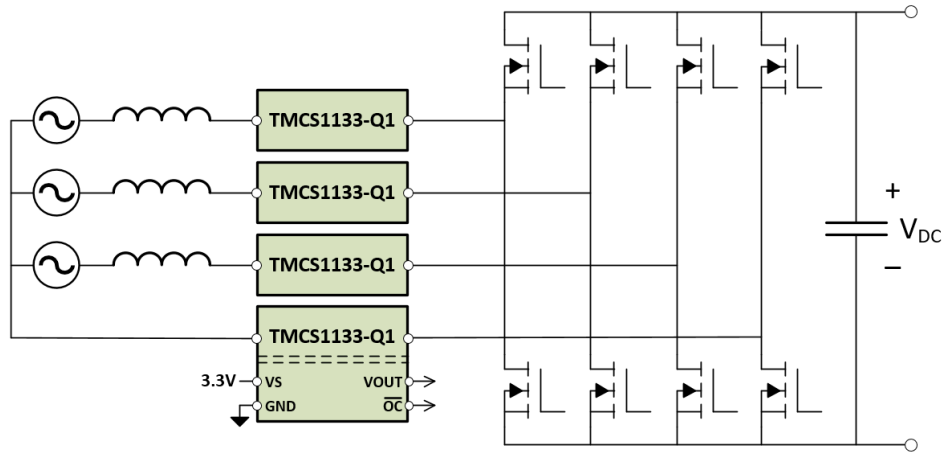

图 9-2. 交流/直流转换器电流检测
在许多应用中，电源必须从交流转换为直流后用于电路。为了提高功率传输效率，通常需要某种类型的受控功率因数校正 (PFC) 级。现代 PFC 级正在使用越来越快的电源开关，以减小总体尺寸并提高功率传输效率。通常，交流/直流转换器的 PFC 级直接连接到交流电网。PFC 级检测面临的一个主要挑战是，在电荷传输期间，电流传感器会遇到来自高压 (HV) 电网的大电压尖峰以及来自高速电源开关的高瞬态能量。TMCS1133-Q1 结构中固有的隔离功能可在 HV 电流检测节点和低压控制电路之间提供高级别的隔离，并具有高共模瞬态抗扰度 (CMTI)，因此有助于应对这些挑战。图 9-2 显示了 TMCS1133-Q1 在常见交流/直流转换器级中测量相电流的使用方法。